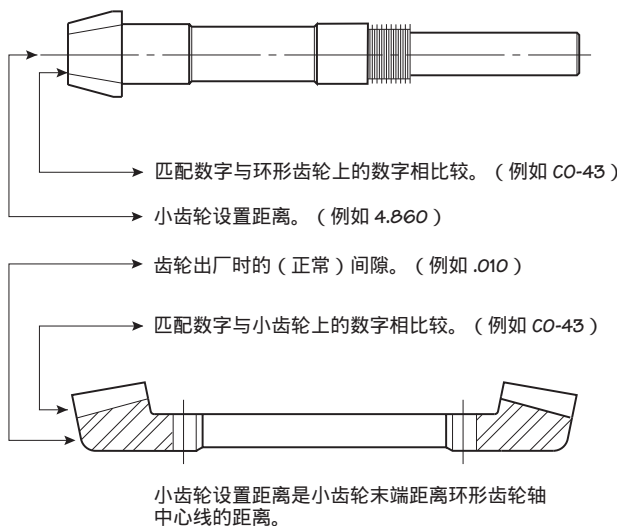

图 8 齿轮匹配数字和设置数据
在小齿轮架中装配新小齿轮前, 请检查小齿轮和螺旋锥环形齿轮的匹配数字, 确保它们是匹配的齿轮组。齿轮出厂时就匹配成组包好了, 不应分开。如图 8 所示, 数字蚀刻在小齿轮和环形齿轮上。
1. 将 O 型环 (702) 装到小齿轮架子组合件上。
2. 用正确数量的垫片将小齿轮架子组合件用螺栓固定到外壳，达到小齿轮正面蚀刻指示的小齿轮设置距离。请参见图 8。旋紧至 102 N·m 扭矩。
5. 安装定位销 (20) 以对齐轴承孔。用旋紧至 102 N·m 扭矩的帽螺栓将外壳盖固定到外壳。